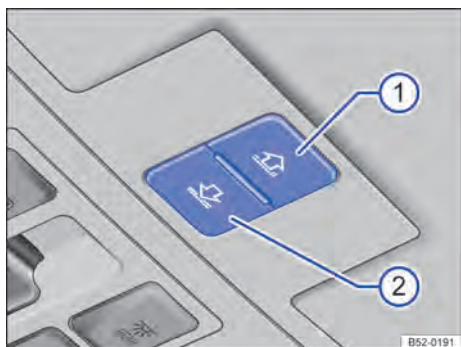

Fig. 74 No revestimento do teto: botões para a cortina de proteção solar.
Os botões → Fig. 74  e  são de dois níveis. No 1º nível, a cortina de proteção solar pode ser totalmente ou parcialmente aberta ou fechada. No 2º nível, a cortina de proteção solar vai automaticamente, após um rápido acionamento do botão, para a respectiva posição final. Pressionando novamente o botão o curso automático é parado.
Função	Ação → Fig. 74
- *Cortina de proteção solar*: aproximadamente cinco segundos após a ativação do limitador de força, pressionar o botão → Fig. 74 ⓘ até que a cortina de proteção solar esteja totalmente fechada.